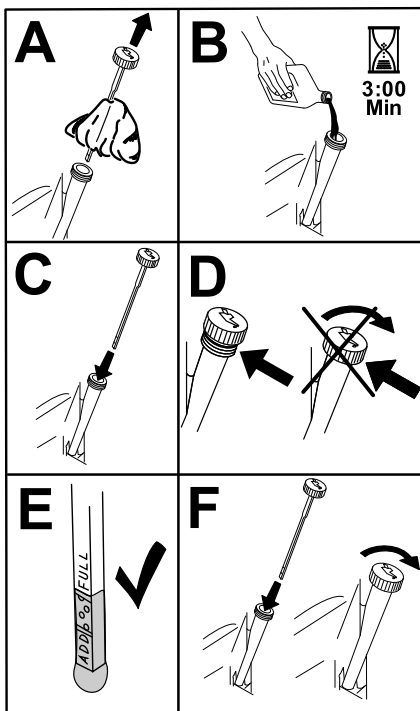

Figure 45
5. Versez lentement environ 80 % de l'huile spécifiée dans le tube de remplissage, puis faites l'appoint lentement jusqu'à ce que le niveau atteigne le repère maximum (**Full**) (Figure 45).